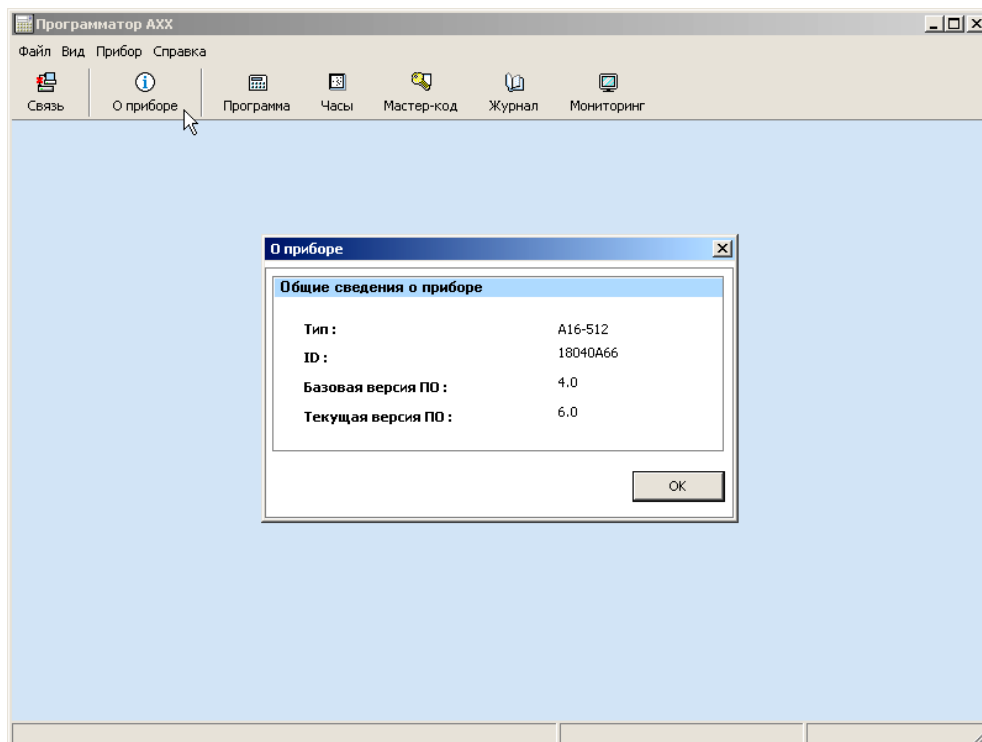

Рисунок 6 – Просмотр общих сведений о программируемом устройстве
**2.3.1.2 Сервисная иконка «О приборе».** Кликнув на иконку «О приборе» возможен вывод справочной информации о программируемом устройстве, рисунок 6: